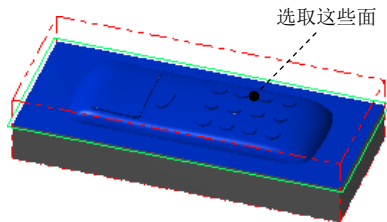

图 24.6 选取加工面
(1) 选取加工面。在图形区中选取图 24.6 所示的面（共 37 个面），然后按 Enter 键，系统弹出“刀具路径的曲面选取”对话框。